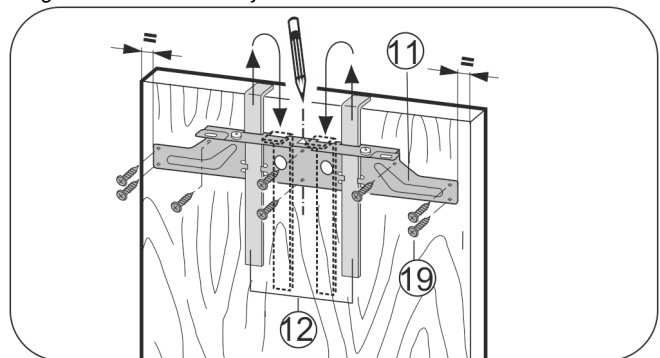

Fig. 18
- Upevňovaciu traverzu Fig. 18 (11) zaveste pomocou montážnych pomôcok Fig. 18 (12) na vnútornú stranu nábytkových dver.
- Vyrovnajte upevňovaciu traverzu Fig. 18 (11) v strede na dverách.
- Upevňovaciu traverzu Fig. 18 (11) priskrutkujte minimálne 6 skrutkami Fig. 18 (19).
- Upevňovaciu traverzu Fig. 18 (11) priskrutkujte na okraji minimálne 4 skrutkami Fig. 18 (19).
- Montážne pomôcky Fig. 18 (12) vytiahnite smerom nahor a zasunúť ich otočené do vedľa ležiacich upevňovacích otvorov.